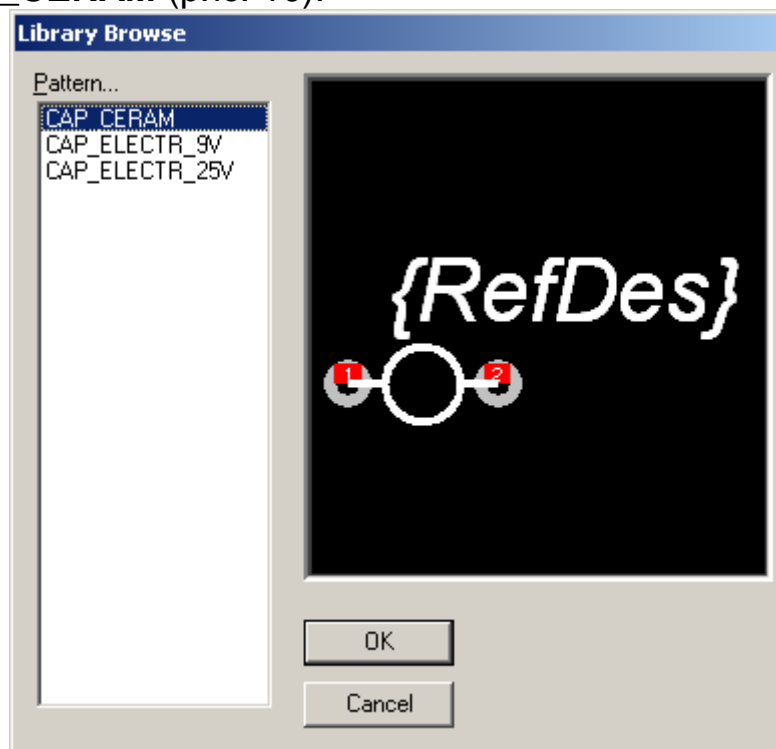

Рис. 10 Выбор корпуса керамического конденсатора
- 4.3 Выберите командой **Select Pattern** корпус компонента **CAP_CERAM** (рис. 10).